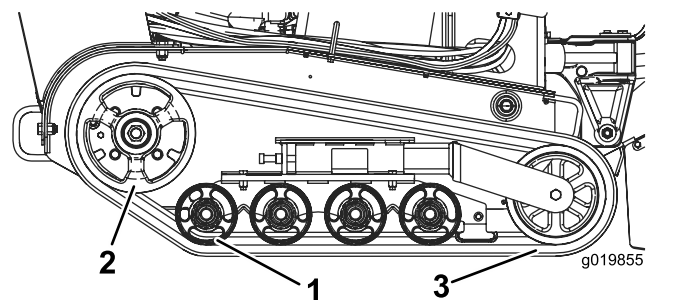

Figura 44
**Important:** Aveți grijă să curățați complet roile de rulare i roata de ghidaj (Figura 44). Roile de rulare trebuie să se poată roti liber atunci când sunt curate.
8. Începând de la roata de ghidaj, amplasați noua enilă în jurul roii, asigurându-vă că proeminențele de pe enilă se potrivesc între distanțierile de pe roată (Figura 44).
9. Împingeți enila sub și între roile de rulare spate și din centru (Figura 44).